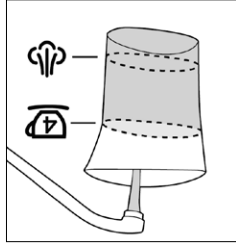

Figura 9
2. Enrosque nuevamente la tapa en el depósito de agua. Llene nuevamente hasta la marca que indica vapor (☁) y vierta dentro del depósito de agua para espumar la leche (Figura 9).